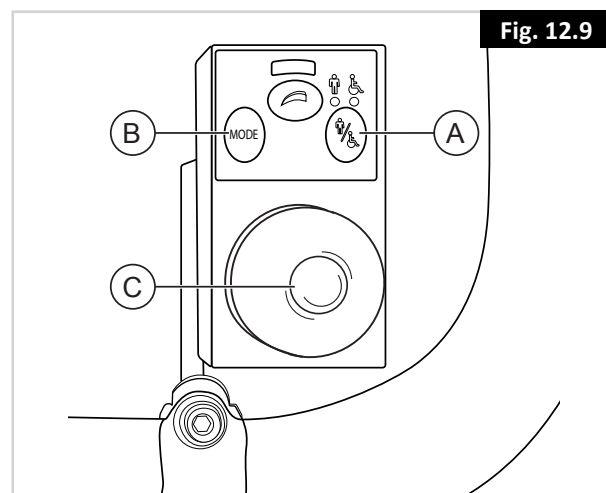

Fig. 12.9
2. Um die Steuerung durch die Begleitperson zu aktivieren, muss die Taste Benutzer/Begleitperson gedrückt werden (A in Fig. 12.9)
3. Drücken Sie die Taste „Modus“ (B), um in den Modus „Verstellmöglichkeiten“ zu wechseln. Die Steuerung befindet sich jetzt im Modus „Verstellmöglichkeiten“. Der Status kann jetzt auf der Anzeige verfolgt werden.